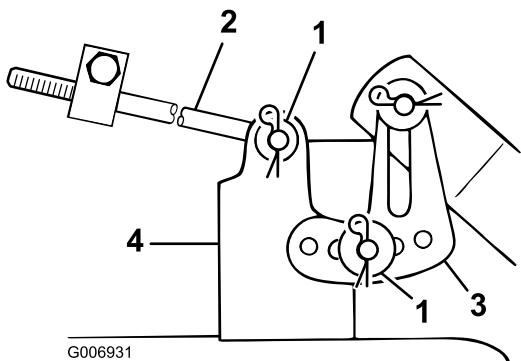

Figura 48
- 7. Retire el pasador y la arandela del soporte de nivelación (Figura 48).
- 8. Coloque el soporte de nivelación en un taladro diferente y coloque la arandela y el pasador (Figura 48).